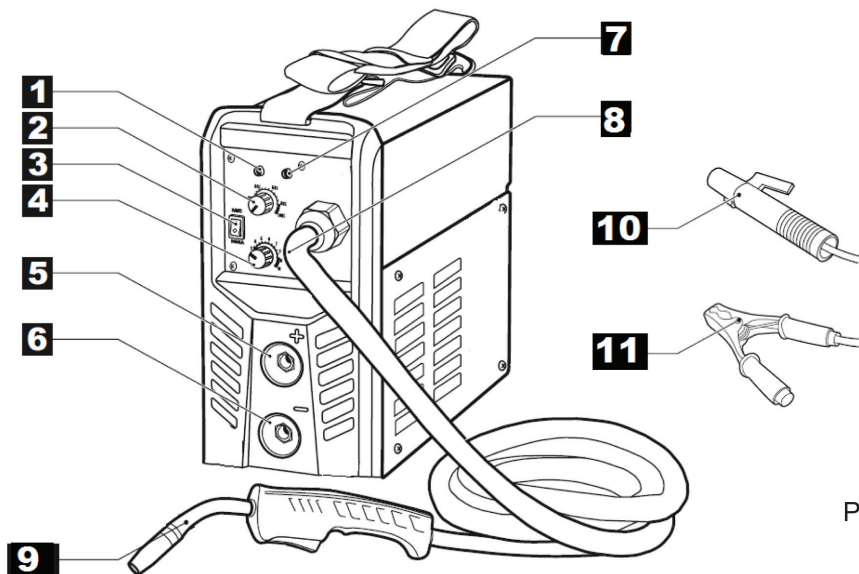

Рис. 1
Обозначения на панели управления (Рис. 1)
1. Установите переключатель выбора режимов сварки (поз. 3, Рис. 1) в положение MIG.
11. Подключите кабель с зажимом массы к разъему аппарата «-» (поз. 6, Рис. 1) и зафиксируйте зажим массы к заготовке.
14. Регуляторами 2 и 4 (Рис. 1) на панели управления установите необходимые параметры сварки (напряжение сварки и скорость подачи проволоки).
2. Подключите кабель с зажимом массы к разъему аппарата «+» (поз. 5, Рис. 1) и зафиксируйте зажим массы к заготовке.
4. Регуляторами 2 и 4 (Рис. 1) на панели управления установите необходимые параметры сварки (напряжение сварки и скорость подачи проволоки).
1. Установите переключатель выбора режимов сварки (поз. 3, Рис. 1) в положение ММА.
4. Выставьте необходимый уровень тока регулятором сварочного тока (поз. 4, Рис. 1).